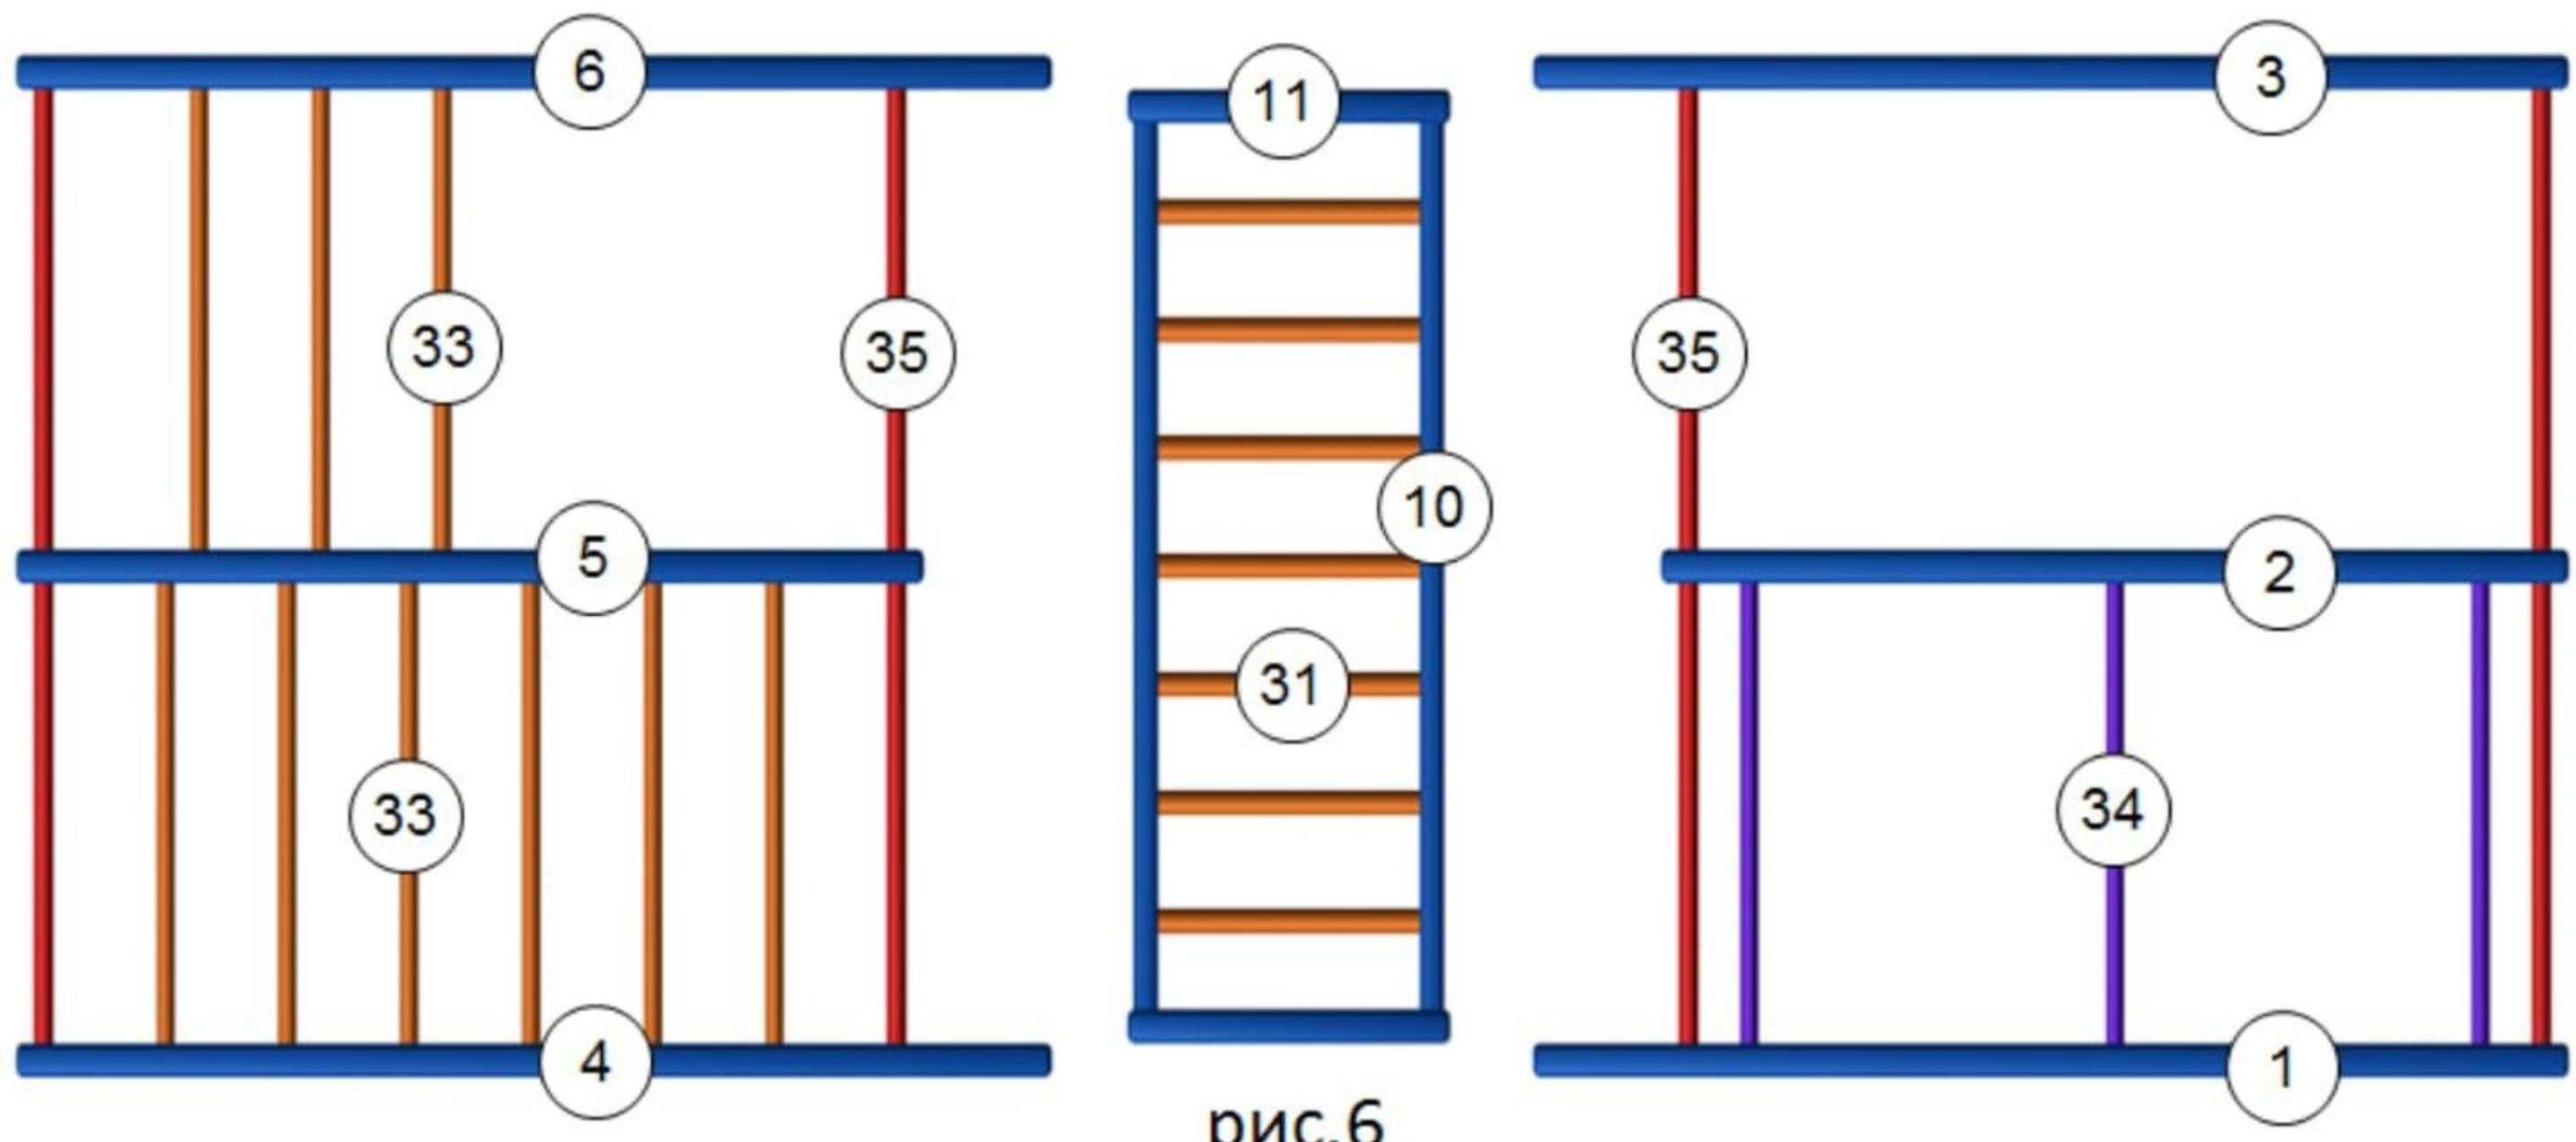

рис.6
4.2. Разложить комплектующие детали на свободном участке пола по группам в соответствии с рис.6.